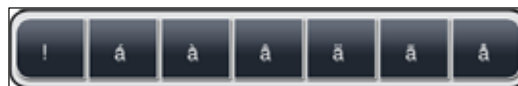

Bild 22
- Exempel: Om du håller in **a**-tangenten får du en rad andra alternativ (→ "Bild 22").